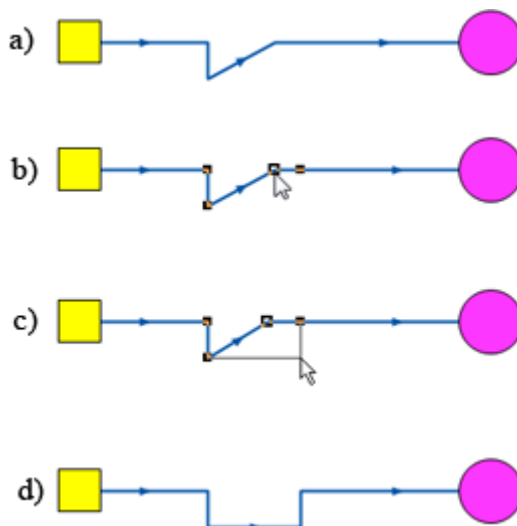

Рисунок 6.6. Перемещение узла
2. Подвести курсор к узлу и нажать левую клавишу мыши. (смотрите Рисунок 6.6, «Перемещение узла» b).
3. Не отпуская клавишу переместить узел на нужное место (смотрите Рисунок 6.6, «Перемещение узла»с).
4. Отпустить клавишу мыши для окончания перемещения узла. (смотрите Рисунок 6.6, «Перемещение узла»d).